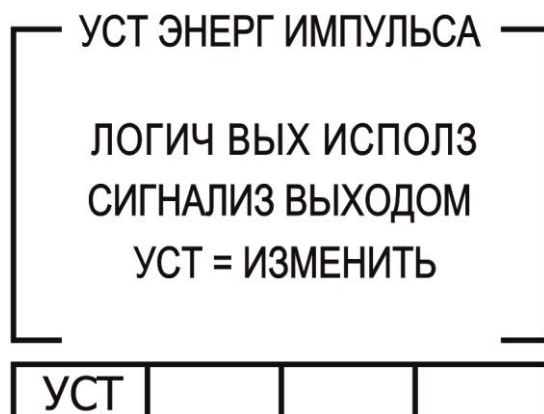

Рис. 19
2. Выберите пункт «Уст. энерг. импульса» и нажмите Enter. На дисплее появится экран настройки импульсного выхода (рис. 19):